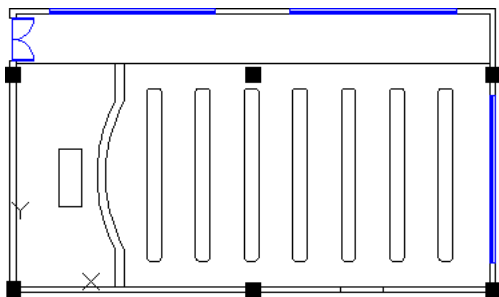

图 17.12.38 阵列草图
Step8. 阵列草图。选择下拉菜单 **修改(M)** → **阵列** → **矩形阵列** 命令，选取 Step7 创建的矩形为阵列对象，按 Enter 键结束选取，系统弹出“阵列创建”选项卡，在 **列** 区域的 **列数** 文本框中输入值 7，在 **介于** 文本框中输入值 1700，在 **行** 区域的 **行数** 文本框中输入值 1，单击 **确定** 按钮，完成阵列的创建，如图 17.12.38 所示。